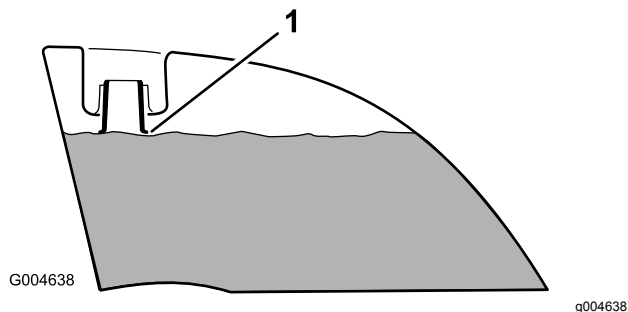

Figure 10
4. Remplissez les deux réservoirs de carburant jusqu'à ce que le niveau atteigne de la base du goulot de remplissage (Figure 10). Ne remplissez pas excessivement les réservoirs de carburant.